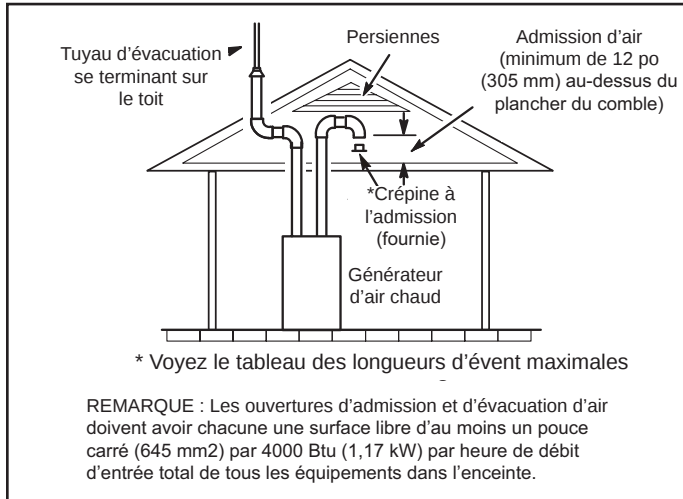
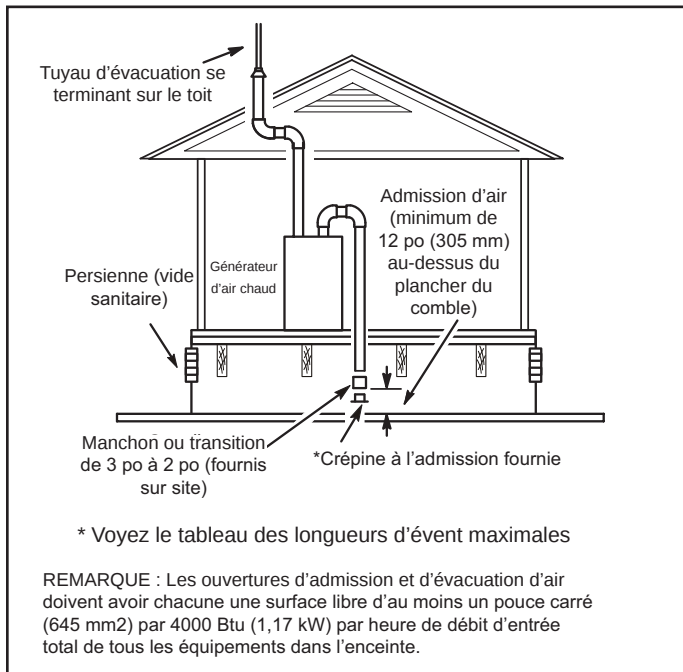

Figure 19. Équipement dans un espace confiné (air d'admission provenant d'un comble ventilé et air d'évacuation vers l'extérieur)
Figure 20. Équipement dans un espace confiné (air d'admission provenant d'un vide sanitaire ventilé et air d'évacuation vers l'extérieur)
2. Si l'air d'admission est aspiré d'un comble ventilé (Figure 19) ou d'un vide sanitaire ventilé (Figure 20), la longueur de l'évent d'évacuation ne doit pas dépasser celles indiquées dans le Tableau 10C. Si un tuyau de 3 po de diamètre est utilisé, réduisez-le à 2 po de diamètre au point de terminaison pour accueillir le grillage à débris.